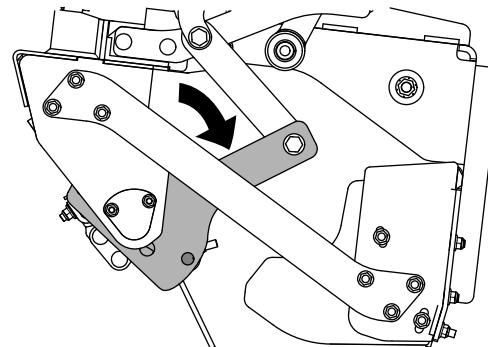

図 17
9. 必要に応じてマルチツールキャリアの角度を調整する図 17。